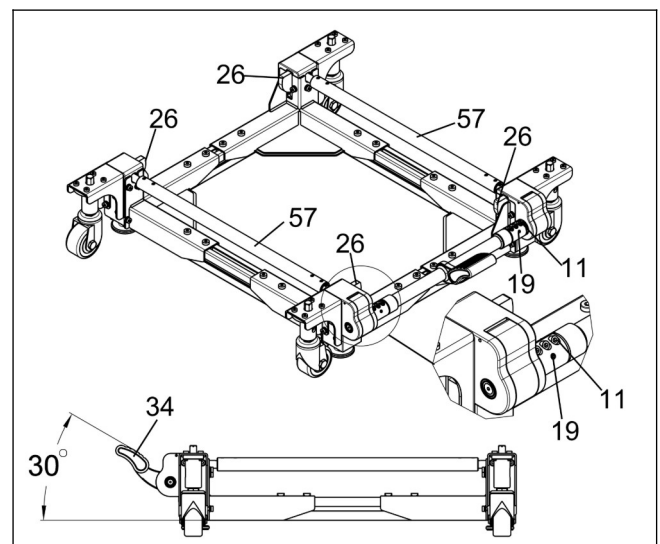

**Abb.17**
e. Drehen Sie die beiden Kupplungen „57“, um die vier Nocken „26“ bis zum Anschlag nach oben zu drehen; drehen Sie dann das Pedal „34“ in einem Winkel von 30° zum Boden und ziehen Sie die Schrauben „11“ und „19“ fest. (siehe **Abb.17**)
- b. Betätigen Sie auf das Pedal „34“. Wenn der Abstand zwischen der Unterseite des Pedals „34“ und dem Boden zu gering ist, so dass es unmöglich ist, das Pedal mit dem Fuß anzuheben, lösen Sie bitte die in **Abb. 17** gezeigten Befestigungen „11“ und „20“, drehen Sie dann das Pedal „34“ nach oben in eine geeignete Position und ziehen Sie schließlich die Befestigungen „11“ und „19“ fest. (siehe **Abb.17**)